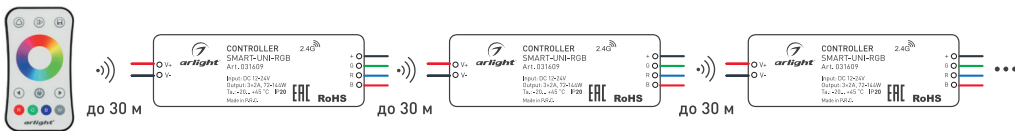

Рисунок 2. Ретрансляция сигнала от пульта ДУ (до 30 м на открытом пространстве)
- 3.7. Все контроллеры автоматически ретранслируют сигнал от пульта ДУ или панели управления (рисунок 2). Расстояние между контроллерами на открытом пространстве может достигать 30 м.